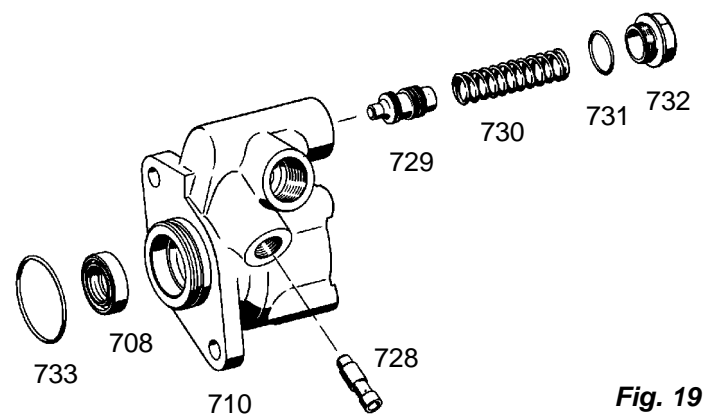

Fig. 19
Fit O-ring (733) (**Fig. 19**).